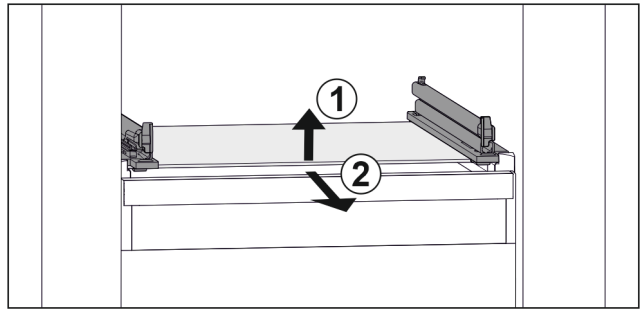

Fig. 43 Примерно изображение на стъклената плоча
- ▶ Повдигнете стъклената плоча отпред. Fig. 43 (1)
- ▶ Извадете стъклената плоча напред. Fig. 43 (2)